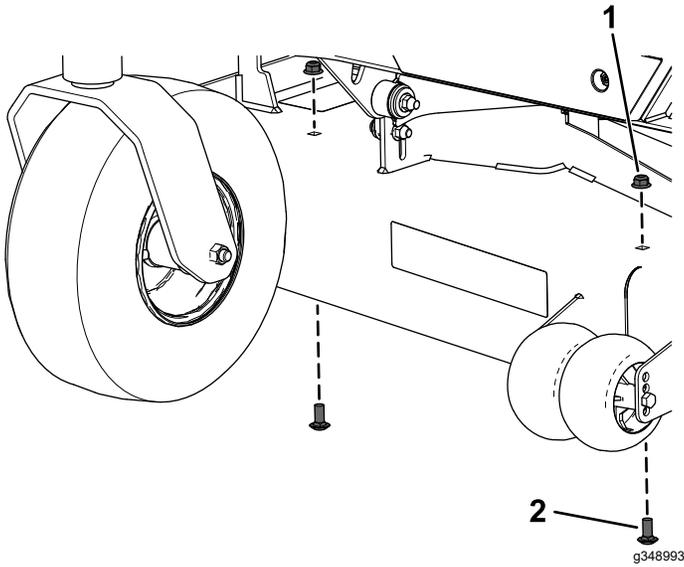

Figura 3
2. Retire los 2 pernos de cuello cuadrado y las 2 contratuercas en la parte delantera de la carcasa del cortacésped (Figura 3).